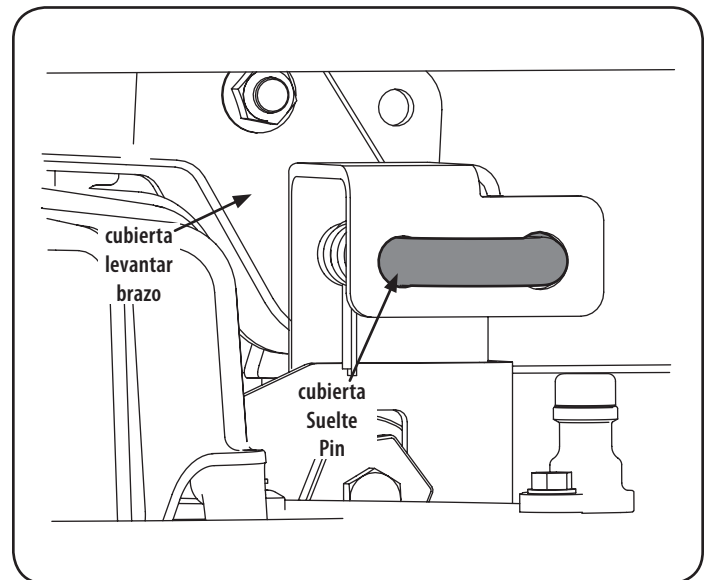

Figura 35
- Busque la LH y RH clavijas de liberación de la cubierta en cada lado de la cubierta. Tire de los pasadores de liberación hacia fuera y libere la cubierta de la LH y RH brazos de elevación de la plataforma. Ver Figura 35.
4. Tire de los pasadores de liberación de la cubierta hacia el exterior y la maniobra de la cubierta según sea necesario para alinear los orificios de los brazos de elevación de la cubierta con los bolos. Consulte la Figura 35 .